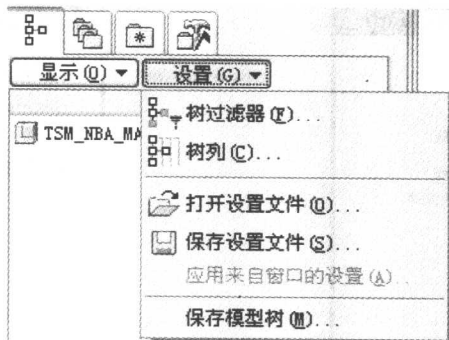

图 1-7 “设置”下拉菜单
- 1) 在导航区的  (模型树) 选项卡中, 单击模型树上方的“设置”按钮, 打开如图 1-7 所示的下拉菜单。